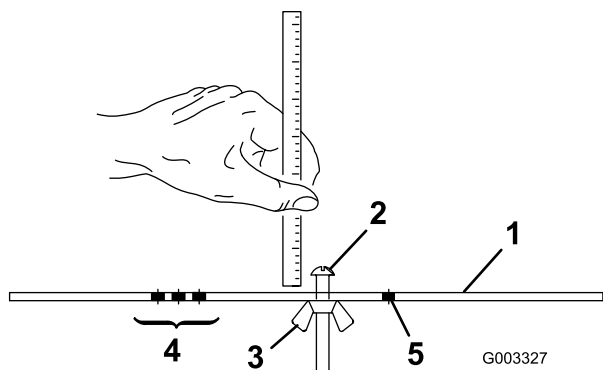

Figura 16
- 2. Allentate il dado sulla barra di riferimento (Figura 16) e regolate la vite di regolazione secondo l'altezza di taglio desiderata.